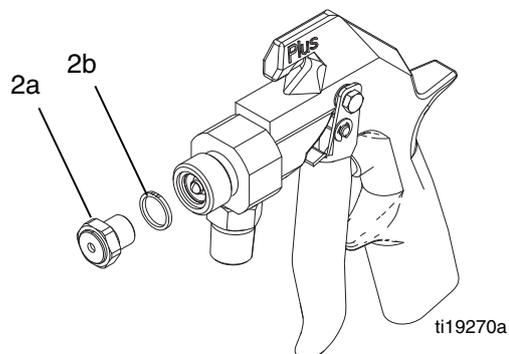

FIG. 6
3. Svitare la sede della valvola (2a). Rimuovere la guarnizione (2b). Vedere la FIG. 6.